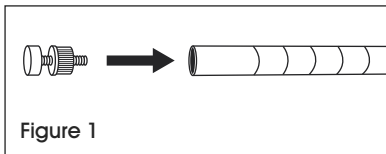

Figure 1
1. Ensure post is positioned as shown. (See Figure 1)
1. Assurez-vous que le montant est placé comme illustré. (Voir Figure 1)